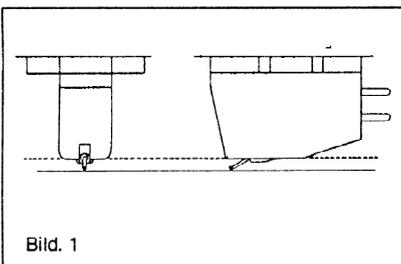

Bild. 1
(1) Montage. Den Nadelschutz nicht abnehmen, damit die Abtastnadel beim Einbau nicht beschädigt wird. Der Einbau vereinfacht sich, wenn Sie die Verdrahtung vor der Montage im Headshell anschließen. Dieser Tonabnehmer ist mit einem Bohrungsabstand von 12,7 mm versehen. Der Tonabnehmer ist mit den mitgelieferten Schrauben starr am Tonarmkopf zu befestigen. Die Schrauben festziehen, aber nicht überdrehen. Den Tonabnehmer so montieren, dass seine obere Fläche, von vorn und von der Seite gesehen, parallel zur Schallplatte steht (siehe Bild 1). Erleichtern Sie sich das Ausrichten, indem Sie einen kleinen Taschenspiegel auf den Plattenteller legen und die Abtastnadel auf den Spiegel aufsetzen. Nun am Tonarm und Tonarmkopf die notwendigen Justierungen so vornehmen, daß der Tonabnehmer parallel und nicht schräg zur Schallplatte steht.